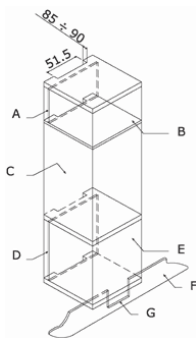

Рис.5: Требования к вентиляции и зазору для установки духового шкафа в верхнем шкафу.
1. Печь должна быть встроена в кухонную мебель, как показано на рис. 5, под варочной поверхностью или в отдельно стоящий шкаф.